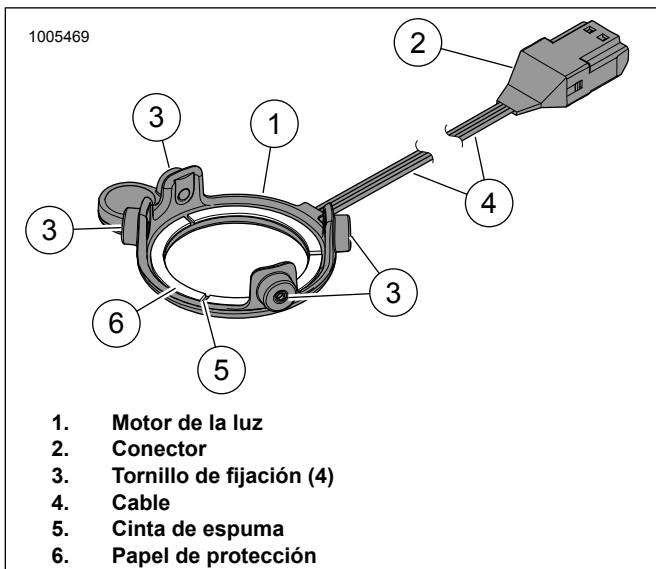

Figura 1. Luz LED, Altavoz Stage I redondo
3. Consulte la Figura 1. Quite el papel de protección (6) de la cinta de espuma (5) en la parte posterior del motor de la luz (1).